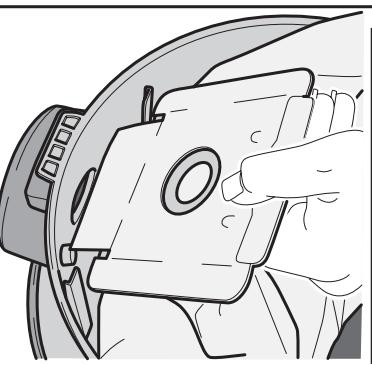

Fig. 2
- Controllare che all'interno dell'apparecchio sia montato il sacchetto in carta (3 Fig.2).
- Se il sacchetto in carta (3 Fig.2) non è presente, montarlo inserendo la parte quadrata rigida in cartone nella sede ricavata sul fusto.